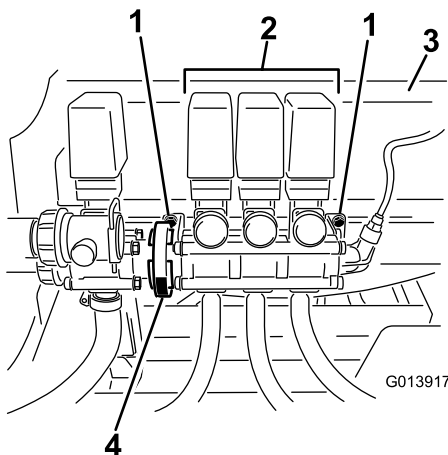

Bild 3
2. Lösen Sie die Schrauben (nicht abnehmen), mit denen das Auslegerventil an der Befestigungshalterung befestigt ist (Bild 3).